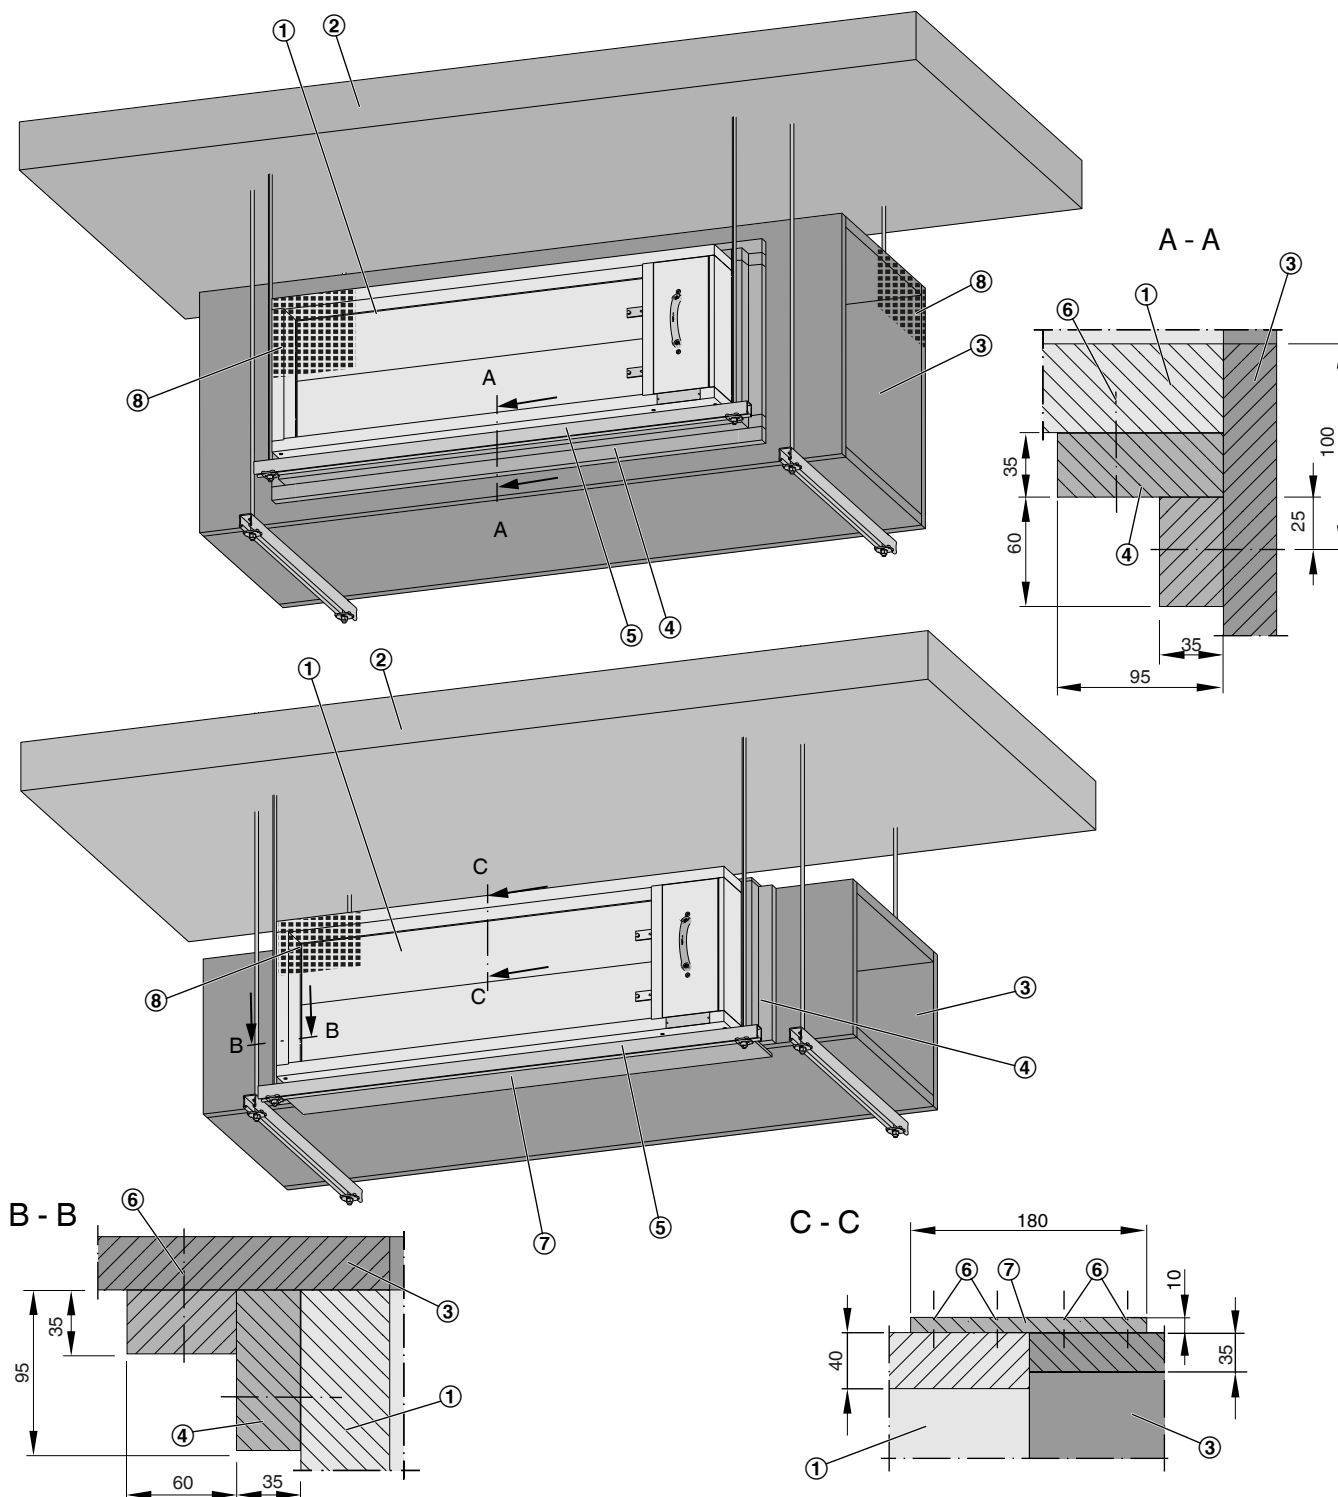

Abb. 15: Einbau in horizontale feuerwiderstandsfähige Entrauchungsleitung
4. ▶ Bei gleicher Höhe von Entrauchungsleitung und Entrauchungsklappe, können der Riegel durch einen Verbindungstreifen (Abb. 15/7) ersetzt werden.
5. ▶ An der Entrauchungsklappe die Entrauchungsleitungen (Einbau- und/oder Bedienseite) anschließen (Abb. 15/8), ↪ 6 „*Entrauchungsleitung und Abschlussgitter*“ auf Seite 33.